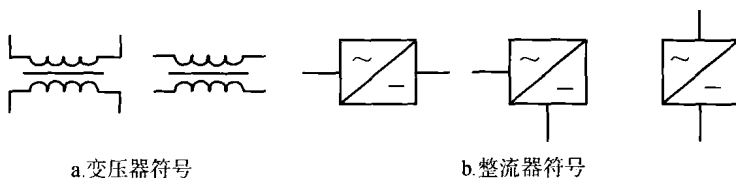

图 1-4 符号引线方向改变示例
5) 图形符号的引线：图形符号所带的连接线不是图形符号的组成部分，引线可取不同的方向。例如图 1-4 所示的变压器和整流器中的引线可以改变方向。